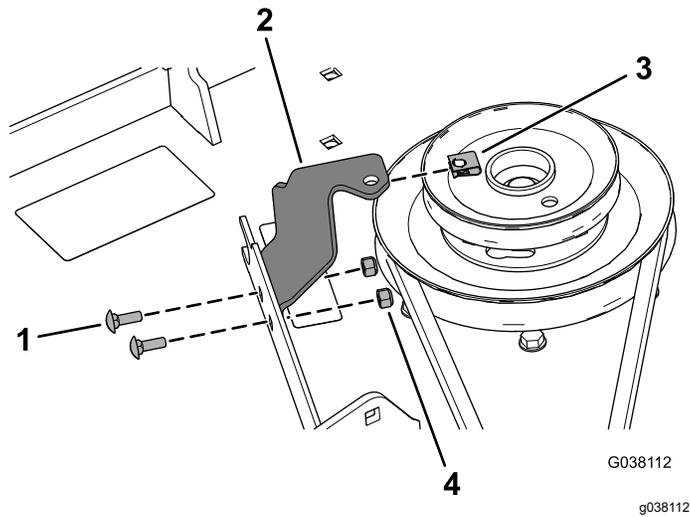

Figura 33
según se muestra en Figura 33.
8. Instale la tuerca rápida en el soporte de la cubierta de la correa (Figura 33).